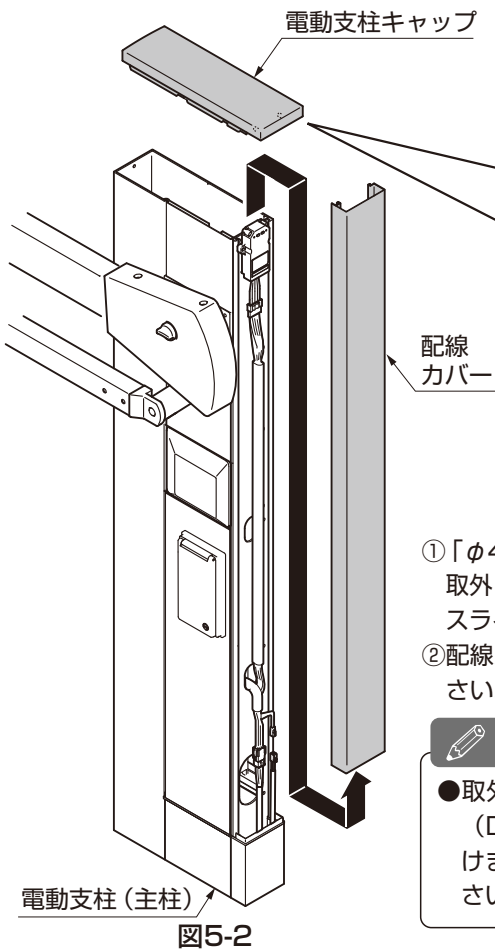

図5-2
- ②配線カバーを電動支柱(主柱)から取外してください。(図5-2参照)